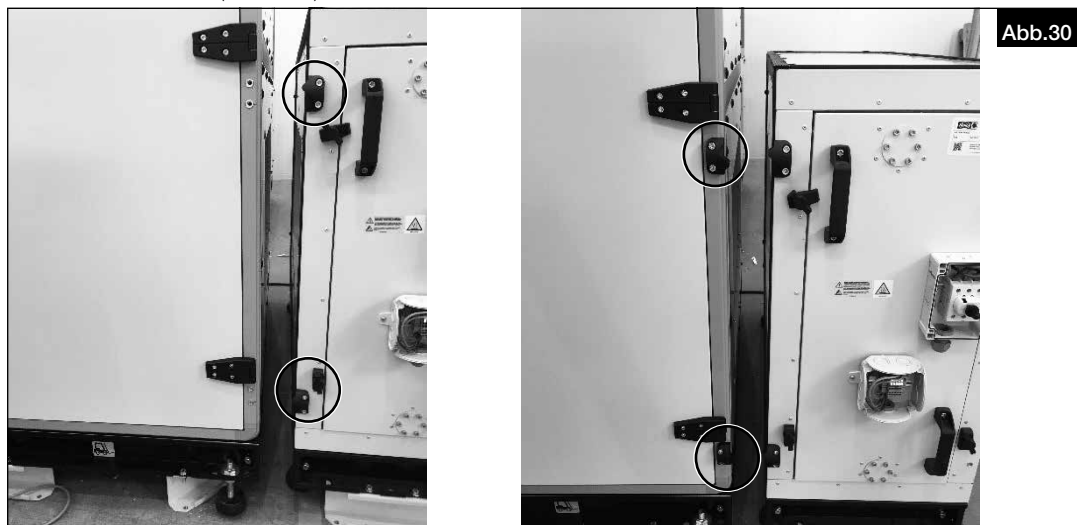

Abb.30
6. Das Modulverbindungsteil an das AIR1-Gerät bzw. die externe Nachheizung und das Kühlregister montieren. Die Schraube anziehen (s. Abb.30).